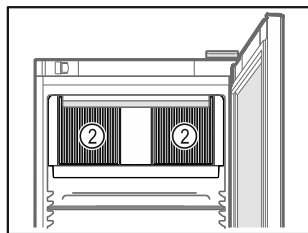

Fig. 79
- A belső térben lévő keringető ventilátor szellőzőnyílásait Fig. 79 (2) tartsa szabadon.